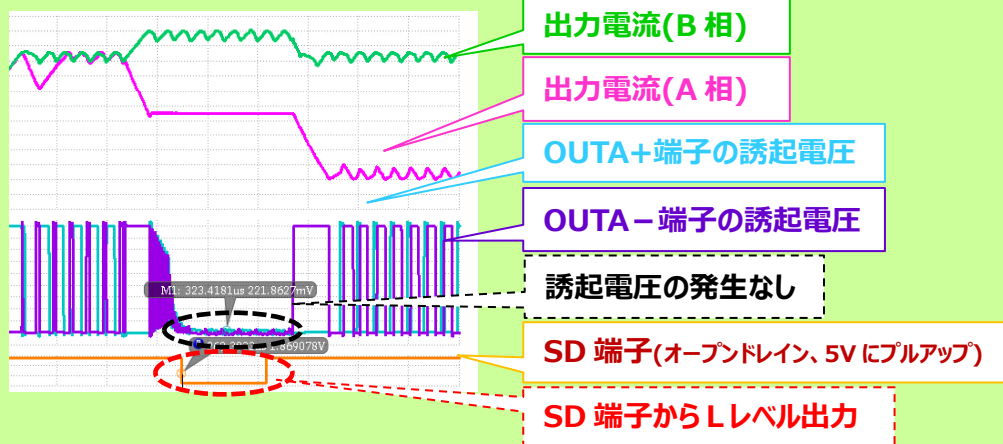

図 7 ストール検出時の SD 端子波形の例
- ・図7に示すようにモータの誘起電圧が一定の電圧以上発生していない場合にモーターが十分に回転していないとしてストールと判断して、SD端子からLを出力します。
(1) ストール検出なし : 正常にモータが回転し誘起電圧あり→SD 端子は Hiz(5V)状態
(2) ストール検出あり : 誘起電圧なしを検出→SD 端子が Lレベルを出力